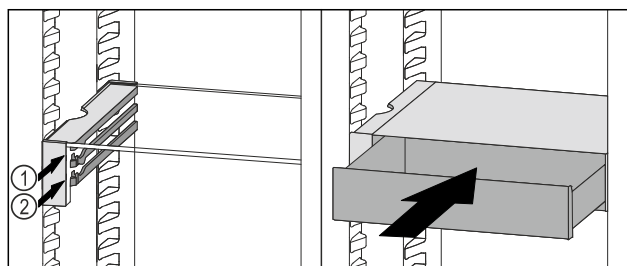

Fig. 119
- ▶ Predal VarioSafe namestite za zaustavljalnimi elementi na želene nastavek Fig. 119 (1) ali Fig. 119 (2).